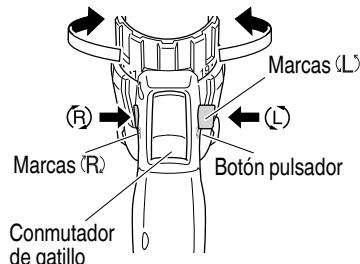

Fig. 9
La broca rota hacia la derecha (mirándola desde atrás) al oprimir el lado R (der.) del botón pulsador. El lado L (izq.) del botón pulsador se usa para hacer girar la broca a la izquierda (Vea las Fig. 9). (Las marcas (L) y (R) están en el cuerpo del taladro.)